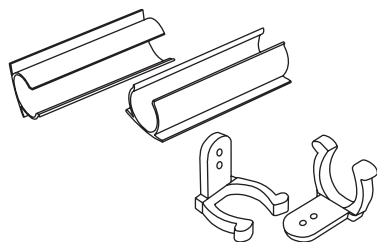

Рис. 5. Монтаж светодиодной ленты
• Монтаж светодиодной ленты. Монтаж светодиодной ленты OLS-2835-220V-NEONLED360 на несущую поверхность необходимо производить при помощи монтажных скоб OLSC-clip-2835-220V-NEONLED360 или OLSC-tubeclip-2835-220V-NEONLED360 для крепления СД-ленты, как показано на *Рис. 5*.